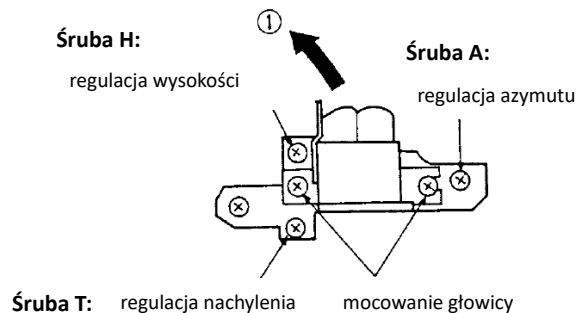

Fig. 1
1. Zdejmij głowicę, odkręcając dwie śruby głowicy (patrz Fig. 1).
2. Zamontuj głowicę za pomocą dwóch śrub głowicy, trzymając głowicę skierowaną w kierunku strzałki 1 (w lewo) (patrz Fig. 1).
Przekręć śrubę H (śruba regulacji wysokości) zgodnie z ruchem wskazówek zegara (jak pokazano na Fig. 1), aż kołek kontrolny nie będzie stykał się z prowadnicą taśmy. Następnie przekręć śrubę T (śruba regulacji nachylenia) w taki sam sposób, w jaki przekręcono śrubę H. Na koniec przekręć śrubę A (śruba wyrównania azymutu) w kierunku przeciwnym do ruchu wskazówek zegara o tyle stopni, o ile przekręcono śruby H i T.